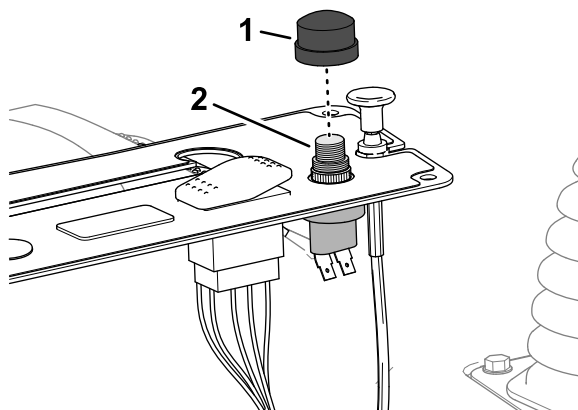

Bild 17
3. Schrauben Sie den Knopfschalter auf den Hupenschalter (Bild 17).